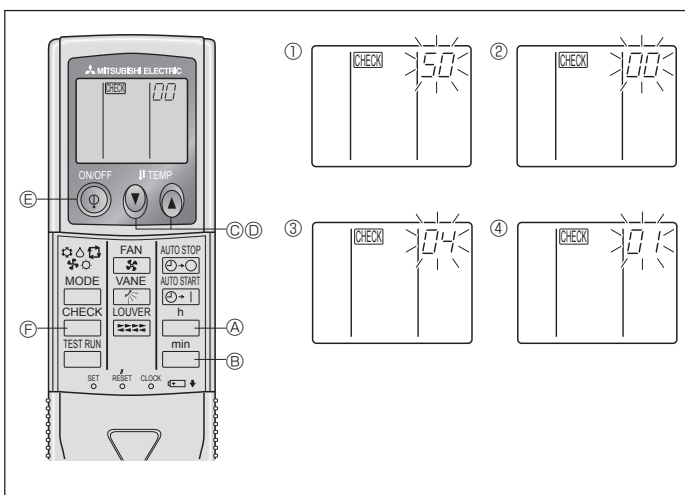

Fig. 6-10
- ⑧ PDrücken Sie die **MODE**-Taste \ominus , und die Betriebsart- und Einstellnummern (I) und (II) werden stetig (nicht-blinkend) angezeigt, und die vorgenommenen Einstellungen können überprüft werden.
- ⑨ Die Tasten **FILTER** A und **TEST RUN** B gleichzeitig drücken und mindestens zwei Sekunden lang gedrückt halten. Das Funktionswahlbild verschwindet kurzzeitig, und die Anzeige Klimaanlage OFF erscheint.
2) Für die drahtlose Fernbedienung (Fig. 6-10)